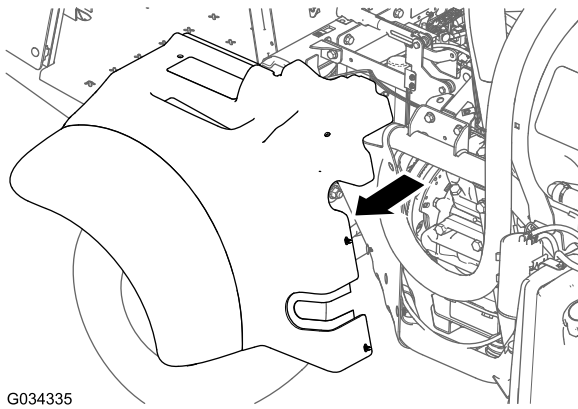

图 4
3. 将座椅底座和挡泥板提离驻车刹车然后从机器中取出图 4。